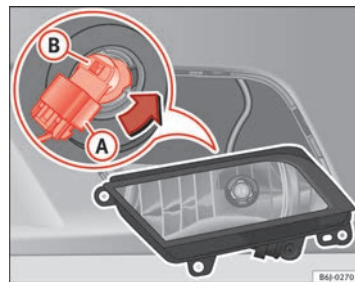

Fig. 168 Faro antiniebla
- Extraiga el conector ⇒ fig. 168 (A) de la lámpara.
- Gire el portalámparas ⇒ fig. 168 (B) a la izquierda y tire. ►